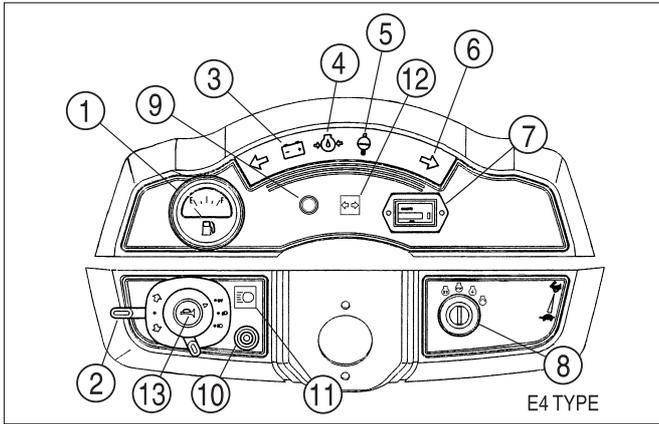

FIG. 10
**FIG. 10 :** Agencement des jauges, interrupteurs de commande et indicateurs situés sur le tableau de bord. Les éléments sont détaillés dans les descriptions qui suivent :